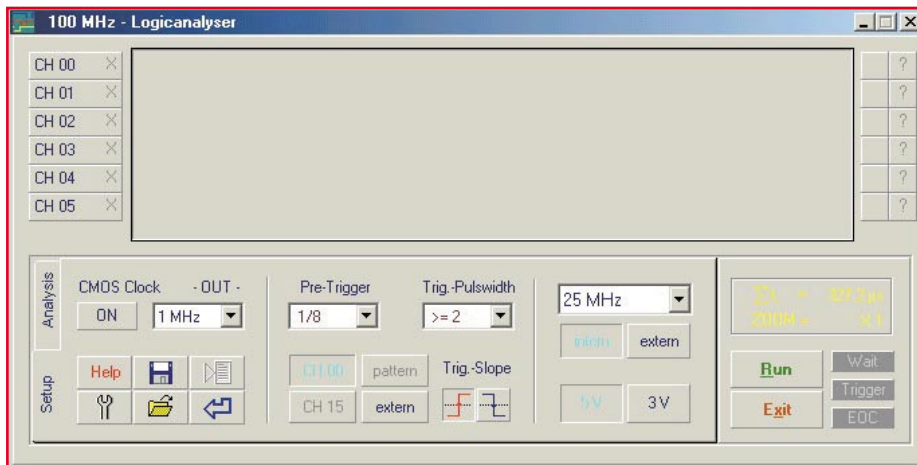

Bild 1: Start-Display nach erfolgreicher Software-Installation
Nachdem das Gerät, wie im Handbuch beschrieben, mit dem PC verbunden und die Software installiert ist, kann die Arbeit beginnen. Dazu starten Sie die Software unter Windows durch Start>Programme>100 MHz Logic Analyser > 100 MHz Logic Analyser USB. Nach erfolgreichem Start, d. h. der Logic Analyser wurde von der Software erkannt, erscheint das in Abbildung 1 dargestellte Display. Zur Signalisierung der Messbereitschaft wird die Schrift der Starttaste „Run“ grün dargestellt. Verbinden Sie die Messkabel der max. 16 Kanäle mit der zu untersuchenden Schaltung. Jetzt richten Sie den Logikanalysator gemäß der Messanforderung ein:
- lungen vorgenommen wurden, kehrt man durch Klicken auf „OK“ wieder zur Signaldarstellung zurück (Abbildung 1).